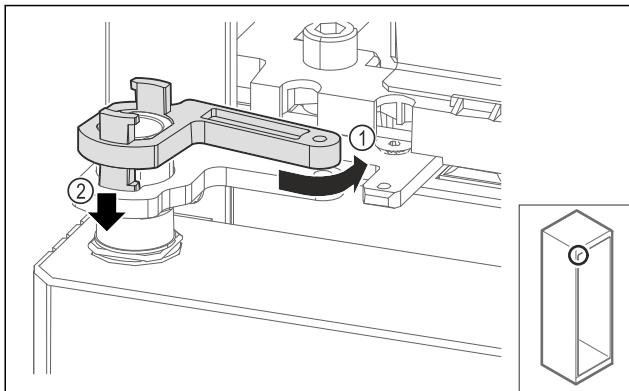

Fig. 71
- Rotiți înapoi ușor închizătorul de blocare al suportului de lagăr Fig. 71 (1), apăsați în jos Fig. 71 (2) și blocați în colțarul balamalei.